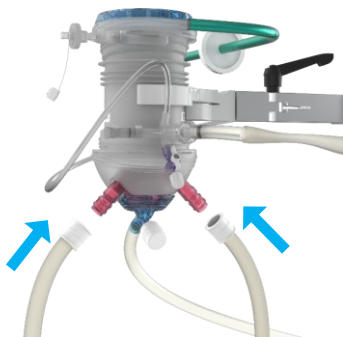

Figure 14 Raccordement du tubage thermique aux oxygénéateurs
- Raccordez le tubage thermique aux oxygénateurs (Figure 14) à l'aide des connecteurs d'eau (Figure 7, élément 25). Chaque oxygénateur est équipé de deux raccords pour tubage thermique, l'un ou l'autre pouvant être utilisé pour l'entrée ou